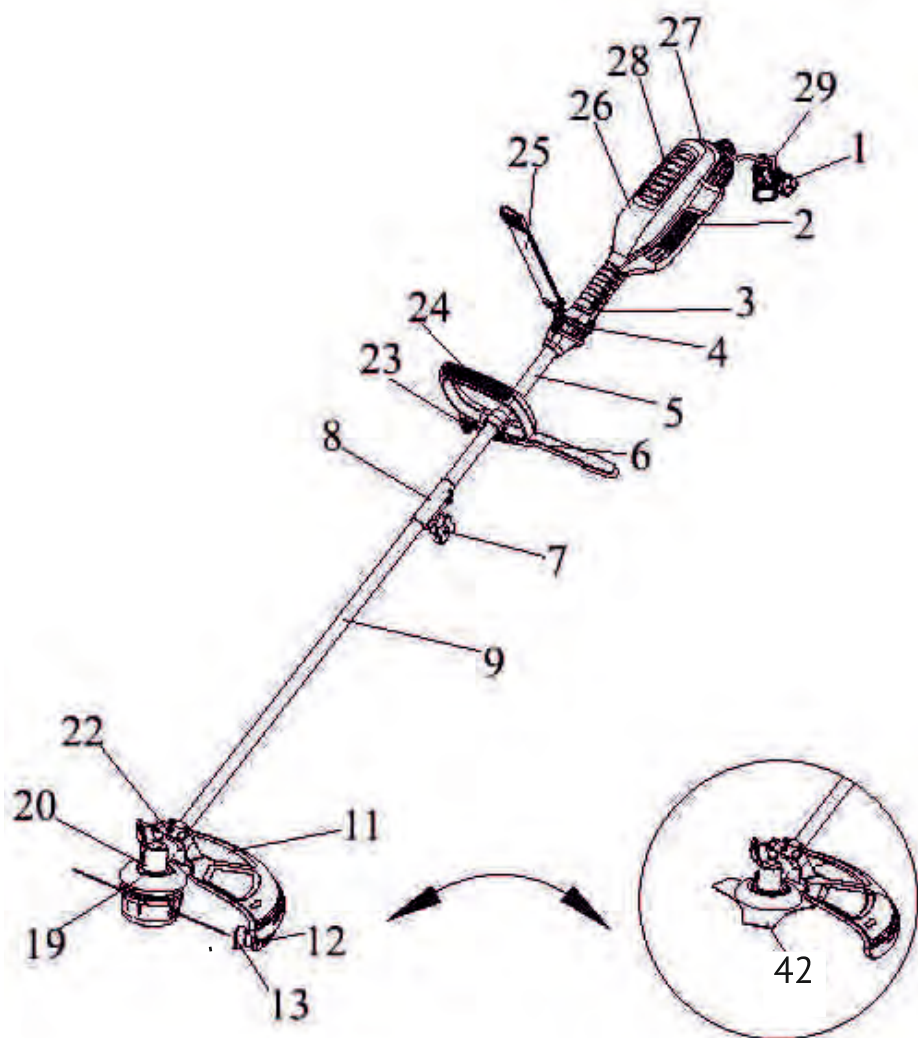

Рис. 1
- Разъём штанги (рис.1 поз.8) необходим для соединения верхней и нижней части штанги. Ниже описана процедура соединения:
- Открутите гайку барашек разъёма штанги (рис.1 поз.7) по направлению против часовой стрелки.
- Снимите защитный колпачок с нижней части штанги (рис.1 поз.9).
- Вставьте нижнюю часть штанги (рис.1 поз.9) в разъём (рис.1 поз.8) до характерного щелчка, как показано на рисунке 3.
- Закрутите гайку барашек разъёма штанги (рис.1 поз.7) по направлению часовой стрелки.
- Отпустите выключатель (рис.1 поз.3) и дождитесь, когда триммер полностью остановится.
- Для запуска триммера: нажмите на предохранитель от случайного включения (рис.1 поз.4) и нажмите на выключатель (рис.1 поз.3). Как только триммер запустится удерживать предохранитель нет необходимости.
- Для остановки триммера отпустите выключатель (рис.1 поз.3).
- Перекиньте ремень (рис.1 поз.25) через плечо в противоположную от устройства сторону. Отрегулируйте длину плечевого ремня для комфортной работы оператора.